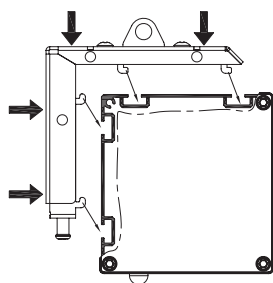

Figure 16
3. Fixez maintenant les équerres de montage à la toile à l'aide des supports de plafond, en veillant à ce que les rainures du boîtier correspondent aux équerres de fixation. Serrez les vis de blocage pour fixer le boîtier dans les supports. (Fig. 16 et 17)